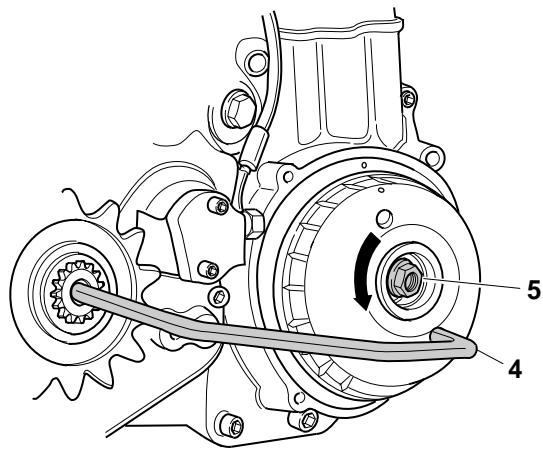

Fig.52
7. Riposizionare l'estrattore "4" come in fig.52 e serrare il dado "5" utilizzando per il bloccaggio **Loctite** freno-filetti di **Tipo medio 243**.
7. To reinstall the extractor "4" like in Fig. 52 and thigtening the nut "5" for the bloking **Loctite** of **middle type 243**.
7. Auszieher "4" in die Position (Abb. 52) stellen, Mutter "5" festziehen: zur Blockierung **Loctite (Mitteart 243)** benutzen.
7. Placer l'extracteur "4" voir fig.52 et serrer l'écrou "5" en utilisant **Loctite Type moyen 243**.